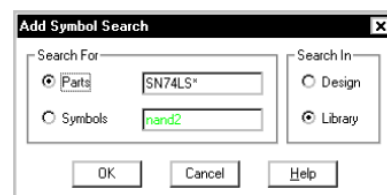

Рис. 4. Задание условий поиска компонента.
14. В появившемся диалоговом окне Add Symbol by Part нажмем кнопку Search. На экране отобразится окно Add Symbol Search (рис. 4).